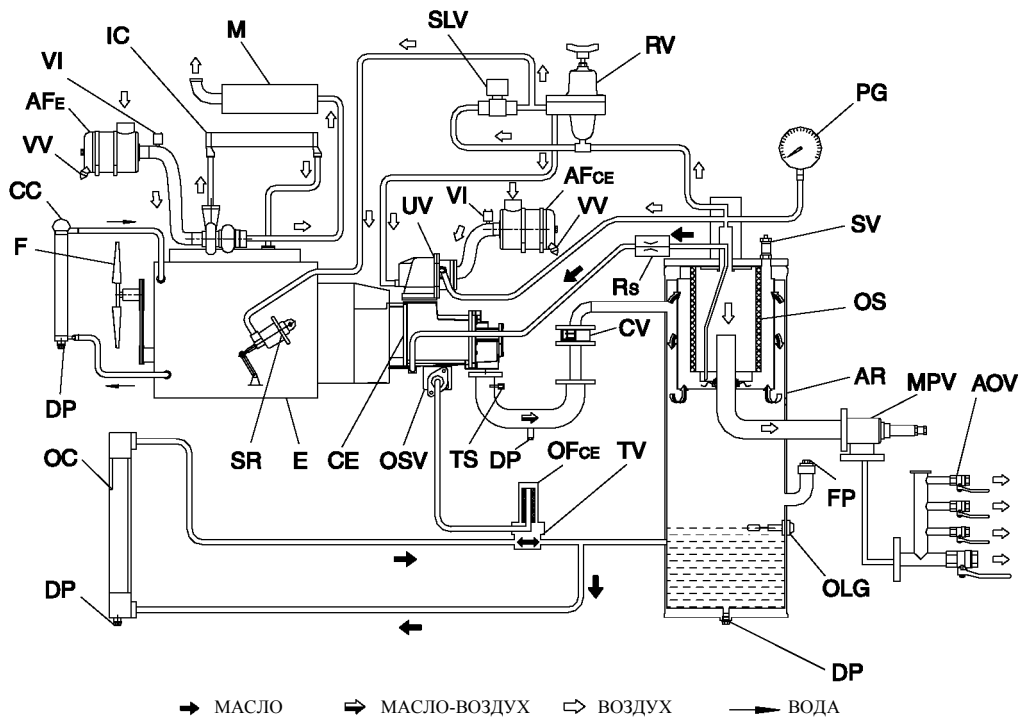

Рис. 2.3 Система установки
## 2.5 ВОЗДУШНЫЙ ПОТОК (СМ. РИС. 2.3)
## 2.6 МАСЛЯНАЯ СИСТЕМА (СМ. РИС. 2.3)
## 2.7 СИСТЕМА НЕПРЕРЫВНОГО РЕГУЛИРОВАНИЯ (СМ. РИС. 2.3)
3. Снимите сливную пробку воздушного ресивера (Рис. 2.3, DP) для отвода возможного конденсата. Установите снова сливную пробку (DP). Интервал между процедурами слива может определяться на основе опыта, поскольку количество конденсата зависит от условий эксплуатации.
4. Проверьте уровень масла в компрессоре. Указатель датчика уровня масла (рис. 2.3, OLG) должен оказаться в зеленой области спектра. При необходимости, долейте масло. См. раздел 4.3 чтобы узнать, какое масло следует использовать.
Перед снятием маслозаливной пробки (рис. 2.3, FP), необходимо сбросить давление, открыв выпускной клапан воздух.
7. Нажмите на вакуумные распределительные клапаны (рис. 2.3, VV) воздушного фильтра, чтобы удалить пыль.
8. Проверьте индикаторы вакуума воздушного фильтра (рис. 2.3, VI). Если желтый поршень достиг зоны обслуживания с красной маркировкой, замените фильтрующий элемент. Восстановите исходное состояние индикатора, нажав кнопку сброса.
9. Проверьте уровень охлаждающей жидкости в баке (рис. 2.3, СТ). При необходимости долейте. Обратитесь к руководству по эксплуатации двигателя для уточнения характеристик охлаждающей жидкости.